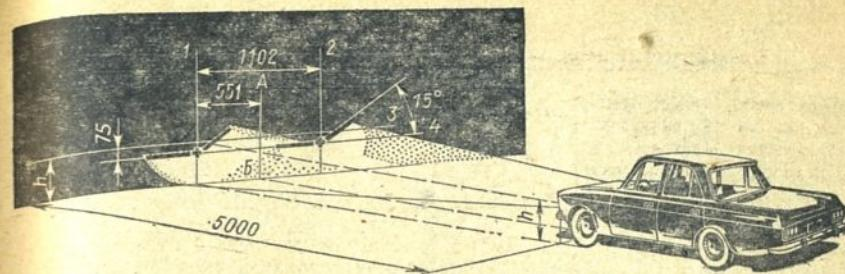

Рис. 67. Разметка экрана и установка автомобиля при регулировке направления световых пучков фар
1. Для проверки и регулировки направления пучков света фар разметьте экран, как показано на рис. 67. При этом линию 3 (линию центров фар) нанесите на экран на расстоянии h ,
5. Направление света фары считайте отрегулированным тогда, когда верхняя граница левой части светового пятна совпадает с линией 4 (см. рис. 67), а вертикальные линии 1 и 2 пройдут через точку пересечения горизонтального и наклонного участков светового пятна.